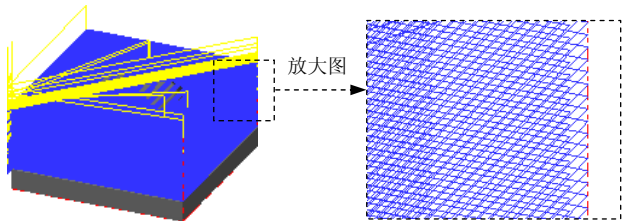

图 6.9 刀具路径
Step11. 单击“曲面粗加工挖槽”对话框中的  按钮, 完成加工参数的设置, 此时系统将自动生成图 6.9 所示的刀具路径。